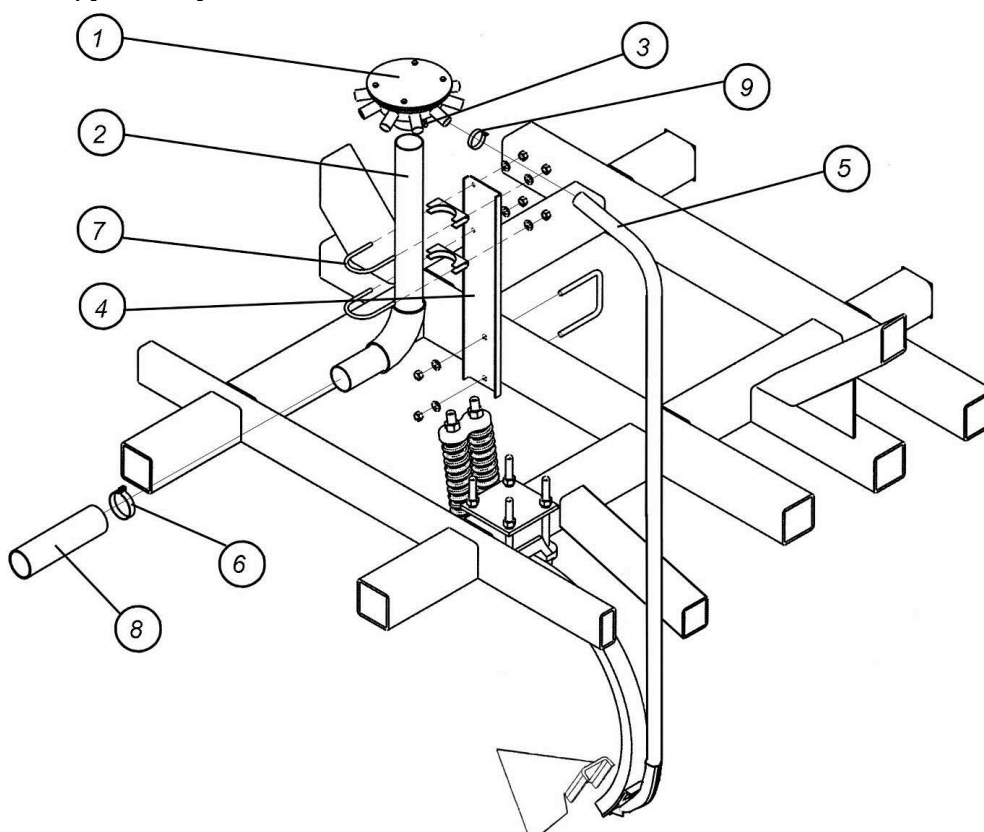

Рис. 4.10.3. Установка деталей вторичного коллектора
4.10.4. Установите распределитель 1 вторичного коллектора на трубу 2 (рис. 4.10.3), затянув болты 3 и контргайки. Повторите операцию для остальных трех коллекторов.
4.10.5. Установите стойки 4 (рис. 4.10.3) вторичных коллекторов на втором спереди ряду рамных труб. Каждый коллектор должен находиться примерно в центре группы из десяти (для центральной и внешних рам) или одиннадцати (для крыловых рам) сошников.